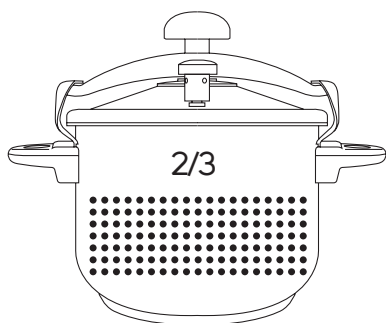

Fig. 2c
- Alimentos que se expanden, tales como arroz o legumbres, no debe superarse el 1/3 del volumen de la olla (Fig. 2c).